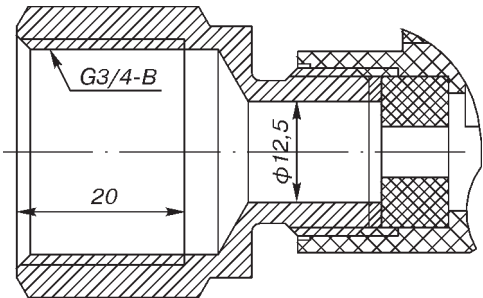

Рис. 16.
* Исполнение со штуцером кабельного ввода с внутренней цилиндрической резьбой G3/4 (см. рис. 16).
* Исполнение со штуцером кабельного ввода с внутренней цилиндрической резьбой G3/4 (см.рис.16).